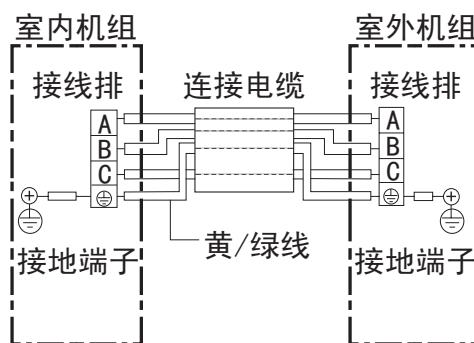

图13
(1) 用附件 ⑧ 连接电缆按接线图13要求正确地连接室内外机组，绝对不可连接错误。
(2) 连接电缆必须用室内外机组上的电线压板压紧。
- 接地线必须根据图13所示用连接电缆中黄/绿色导线接至带有“ $\oplus$ ”标记的接线端子上。